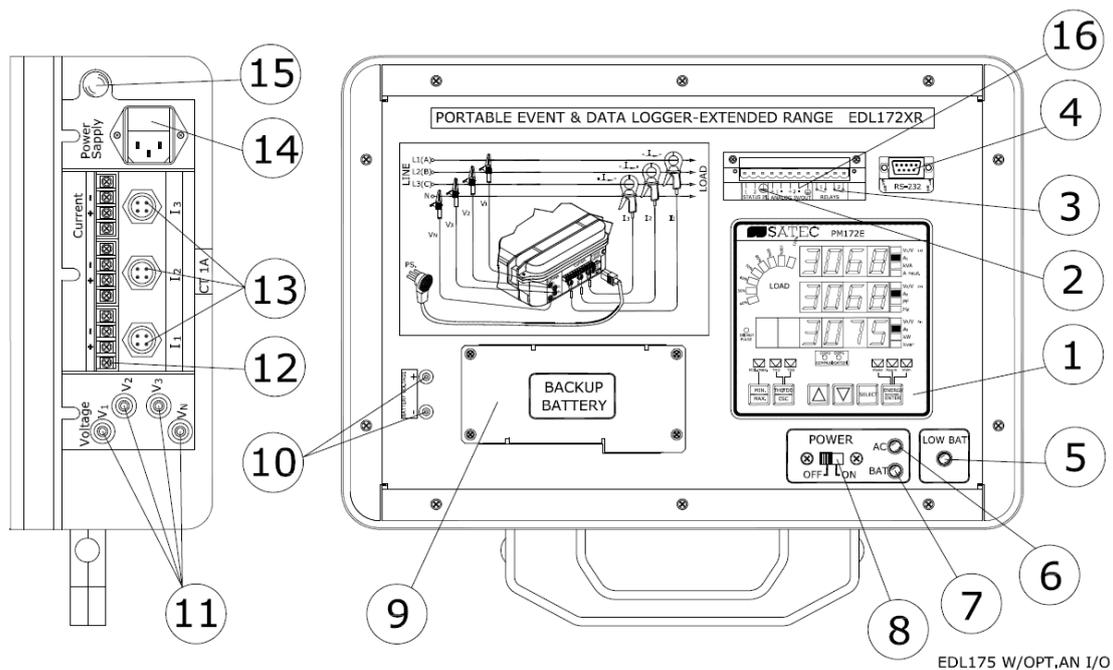

Рис.1 Общий вид прибора EDL175XR
Измеряемые напряжения должны быть подключены к клеммам (11, рисунок 1) при помощи специальных кабелей с зажимами (№19, рис. 3). Измеряемые токи могут быть подключены следующим образом:
- Прямое подключение к клеммам (12 рис. 1, аналогично РМ175). Стандарт 1А, (5А специальный заказ).
- Подключение к коннекторам (13, рис.1) через измерительные клещи или измерительный пояс Роговского.
Прибор EDL175XR оснащен встроенной аккумуляторной батареей. Когда батарея полностью заряжена, она позволяет прибору до 20 минут автономной работы. **Важно не допускать полной разрядки батареи.** Разъем на передней панели (10, рис.1) может быть использован для подключения внешнего аккумулятора (12 В, постоянного напряжения).